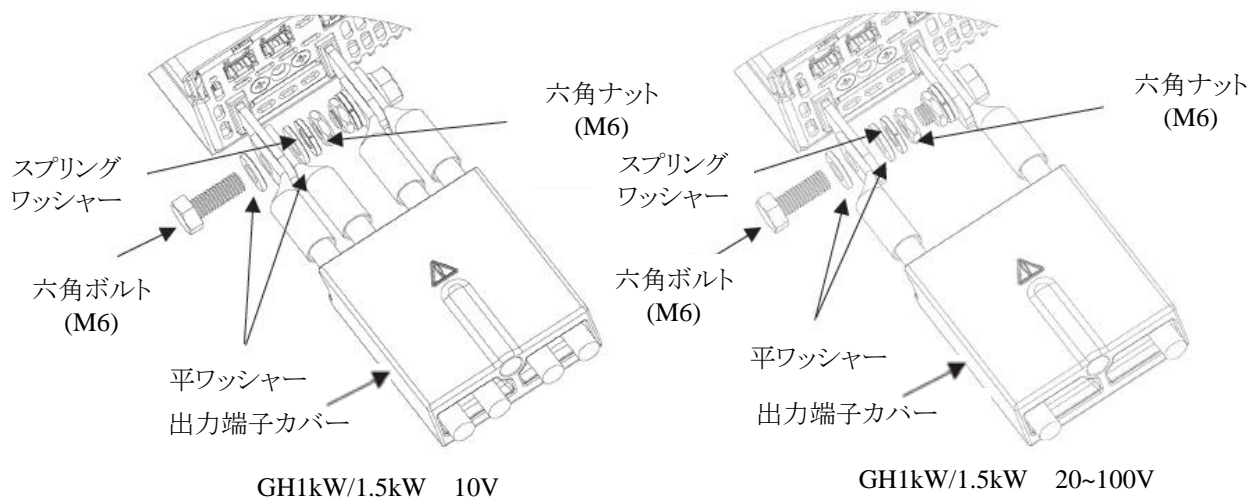

図4-26 負荷線と出力バスバーの接続(GH1kW/1.5kW)
- 図4-26に示すように負荷線を出力端子カバーを通し、負荷線を出力バスバーに固定します。